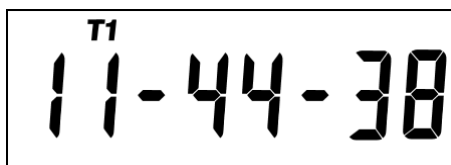

Рисунок 86 – Время.
6.9.4 Окно вывода даты-времени по встроенным часам реального времени, см.рисунок 86, 87.